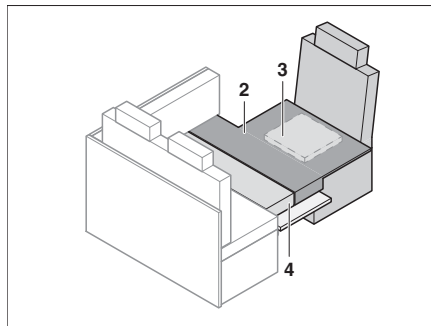

Fig. 167 Après la transformation
- Placer le coussin supplémentaire comme montré en Fig. 167.